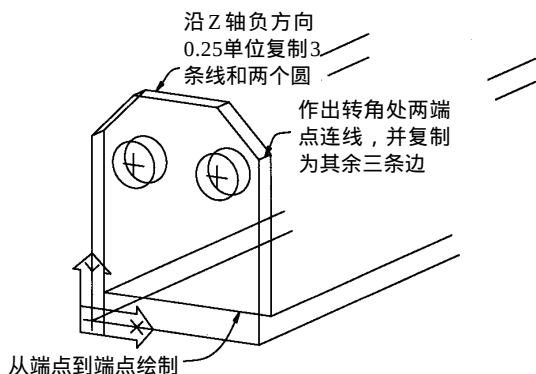

图 2-54
9) 用端点捕捉方式绘制里面的线，如图 2-54 所示。虽然可通过将 UCS 沿 Z 轴的负方向平移 0.25 单位，并在 XY 平面作图的方法绘制这些对象；但是，先复制对象，然后用目标端点捕捉方式绘制水平线会更容易些。
10) 也可以用端点捕捉方式先作出倒角转角处的任一条连线，然后用该连线的三个复制对象生成其余三条转角处的连线。这里也可以将 UCS 移动并定位于最初绘图的 XY 平面；但是，用端点捕捉方式只作出其中一条线，然后进行复制更容易。现在模型看起来如图 2-54 所示。